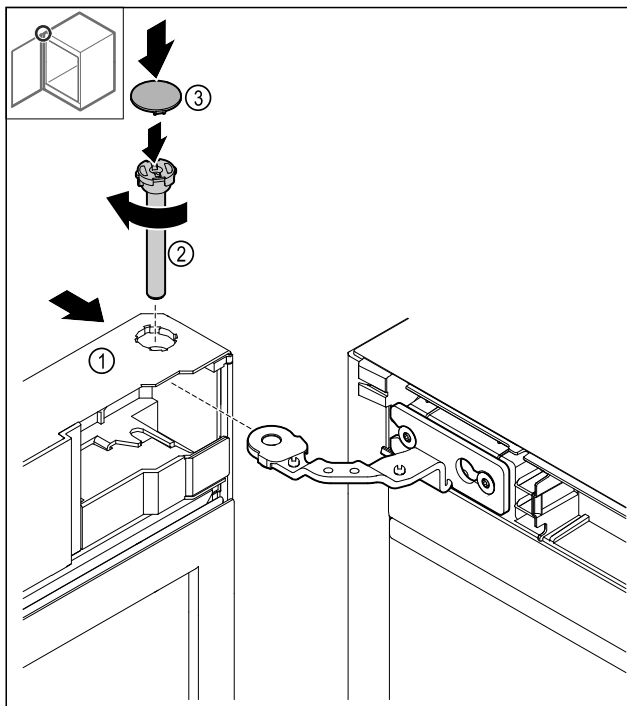

Fig. 48
- Skyv døren Fig. 48 (1) oppe på hengselen.
- Sett inn bolten Fig. 48 (2) og skru den fast med urviseren.
- Sett på dekslet Fig. 48 (4).